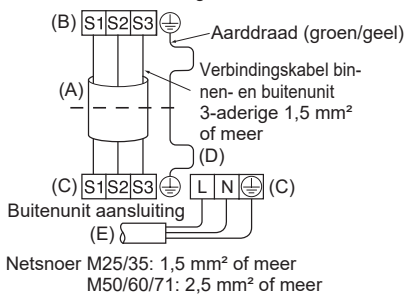

Afb. 6-1
6.1. Buitenunit (Afb. 6-1, Afb. 6-2, Afb. 6-3, Afb. 6-4, Afb. 6-5)
(2) Sluit de kabels aan volgens Afb. 6-1, Afb. 6-2, Afb. 6-3, Afb. 6-4 en Afb. 6-5.